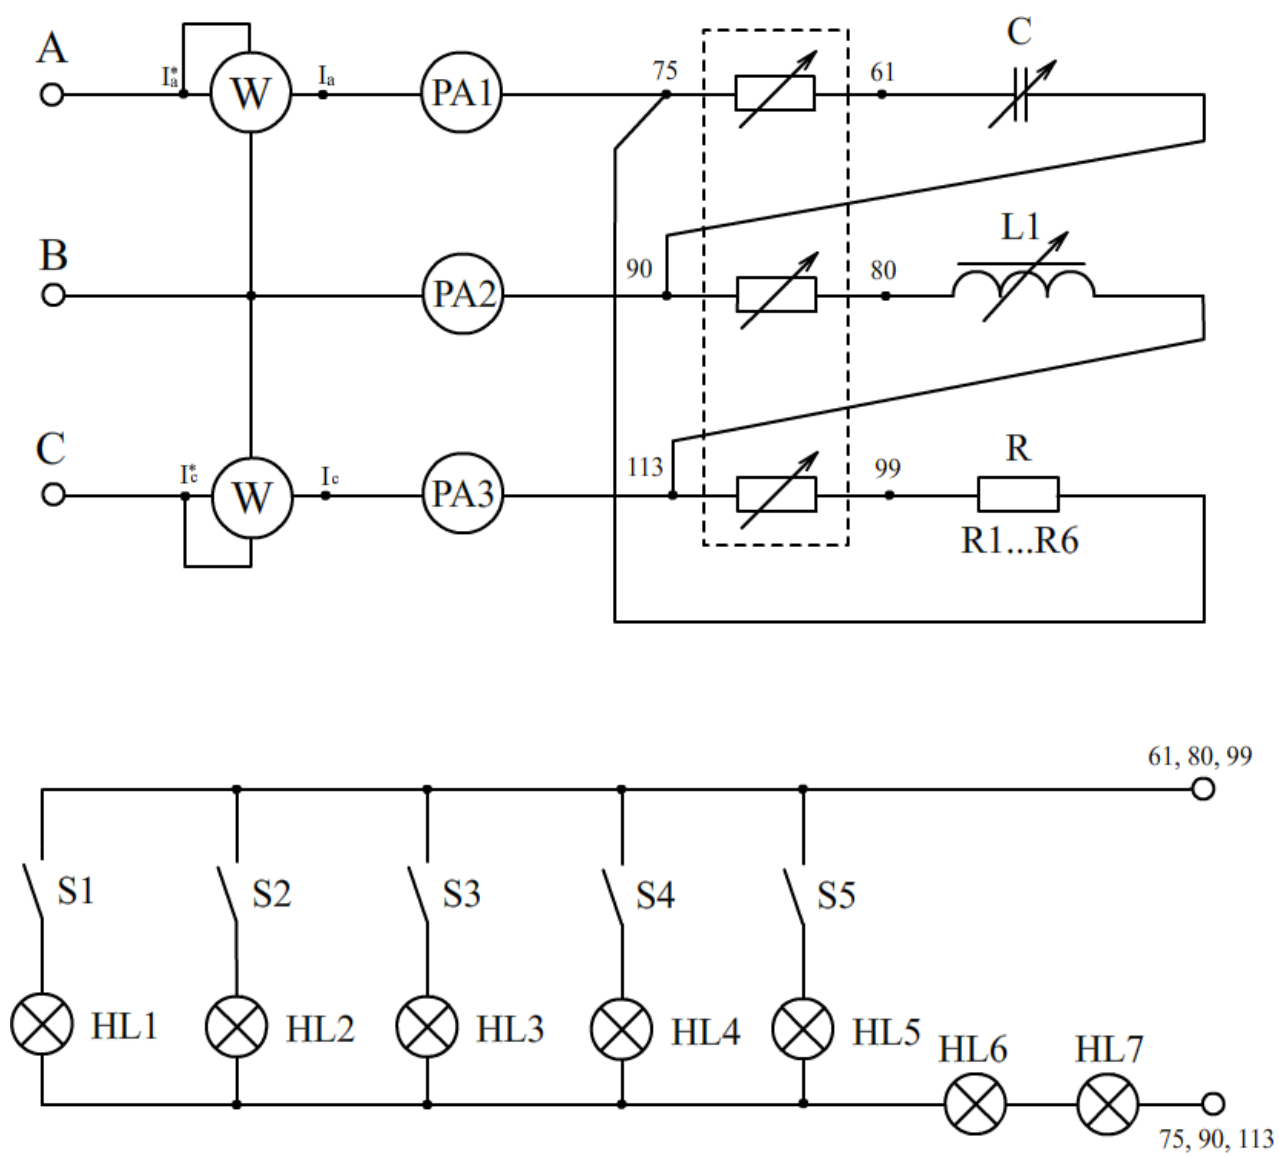

Рисунок 9
1. Начертить схему цепи (рис. 9).